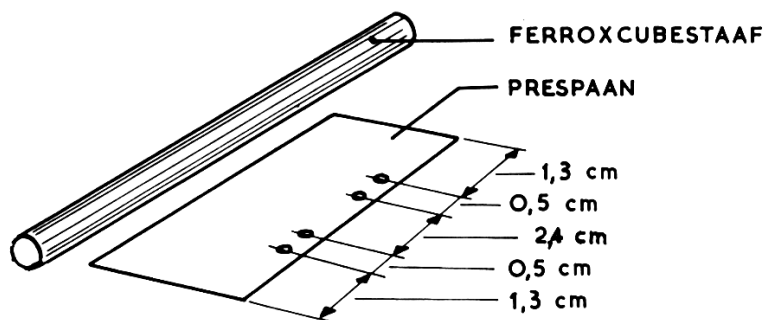
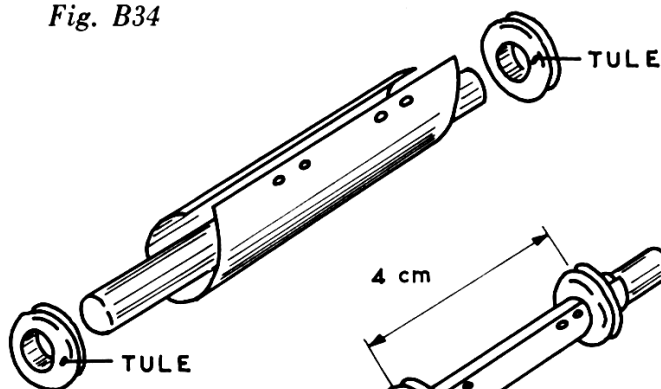

Fig. B34
Fig. B35
25. Van één van de stukjes prespaan maken we eerst een spoelvormpje. Prik met de punt van een schaar of met een stopnaald vier gaatjes in het prespaan, op de afstanden die in fig. B34 zijn aangegeven. Buig daarna het stukje tot een kokertje om de staaf heen (fig. B35).